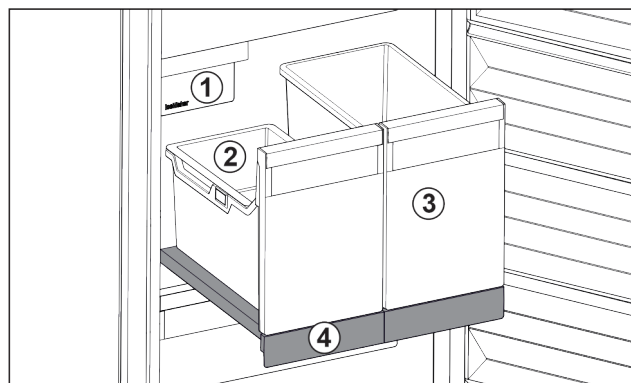

Fig. 93 Wysuwana półka z IceTower
Na wysuwanej półce znajdują się dwa wysokie pojemniki (IceTower). W pojemniku Fig. 93 (2) zbierane i przechowywane są kostki lodu z IceMaker. Pojemnik Fig. 93 (3) nadaje się do przechowywania wysokich artykułów spożywczych, takich jak pizza i napoje alkoholowe.